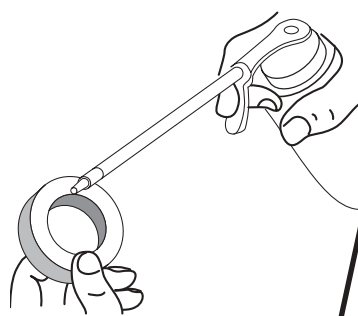

Fig. 24
13. Inserte los extremos de la línea a través de los ojalillos de la bobina exterior y coloque el carrete interior con el resorte dentro de la bobina exterior (Fig. 24). Empuje el carrete interior y la bobina exterior entre sí. Mientras sostiene el carrete interior y la bobina exterior, tome los extremos y tire con firmeza para soltar la línea de las ranuras de fijación de la bobina.
4. Aplique suficiente aceite limpio SAE 30 para recubrir ligeramente el filtro (Fig. 24).